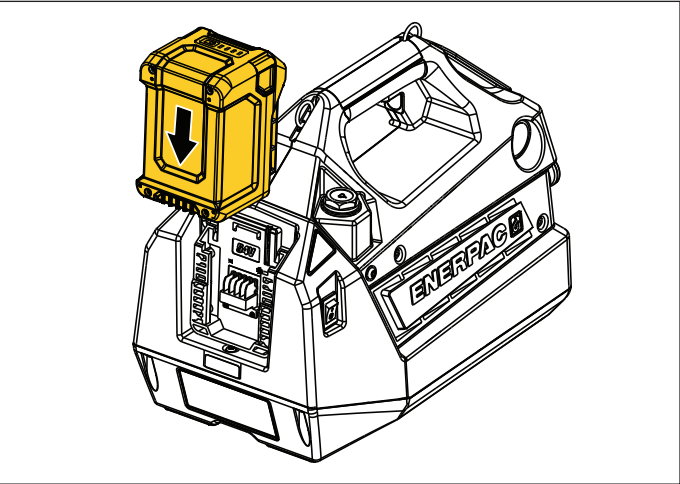

图 7: 电池 - 安装
- **安装电池时：**将电池滑动插入到液压泵后部的电池仓中。确保用插销固定到位。请见 图 7。